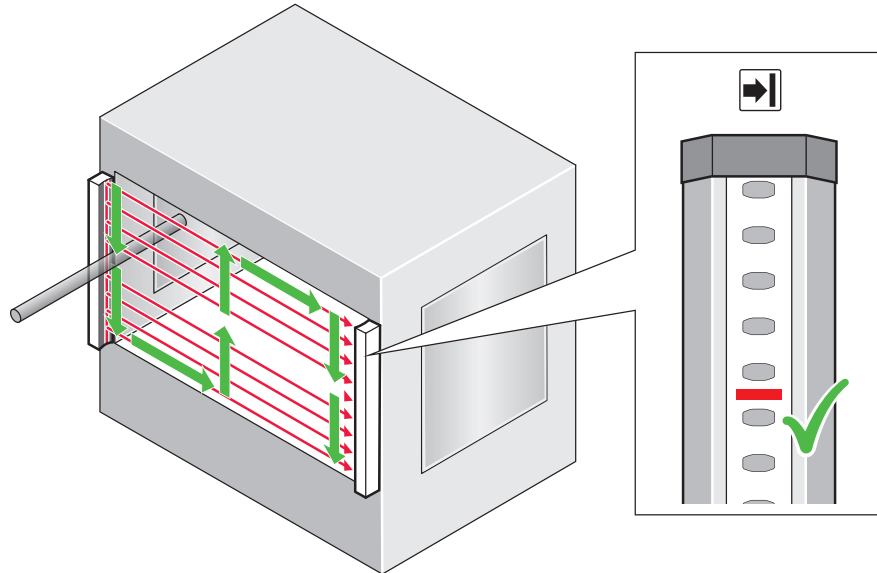

Рисунок 35: Контроль с помощью пробника: 1-й шаг
1. Медленно ввести пробник в контролируемую зону (например, проем в машине, как показано стрелками, см. рисунок 35).